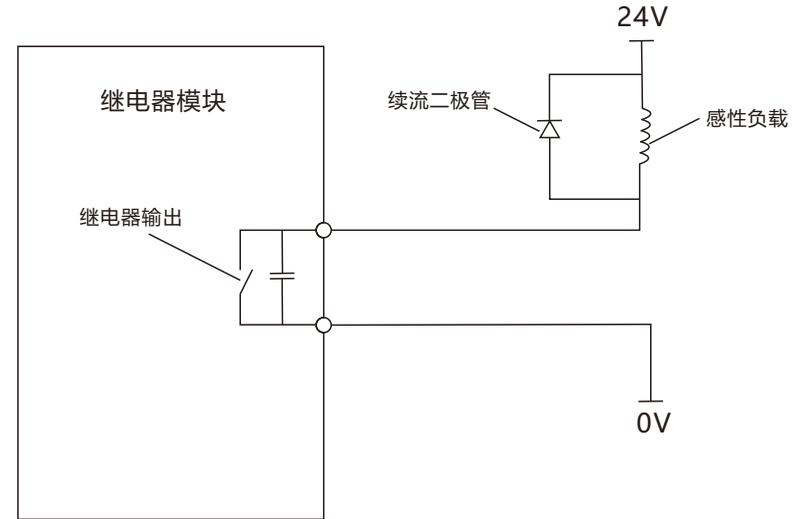

图5-8 RL8051模块接感性负载示意图
2.当输出点用于连接感性负载（电磁阀、继电器线圈等）时，需要在外部反向并联续流二极管（图5-8），否则会损坏输出端口。